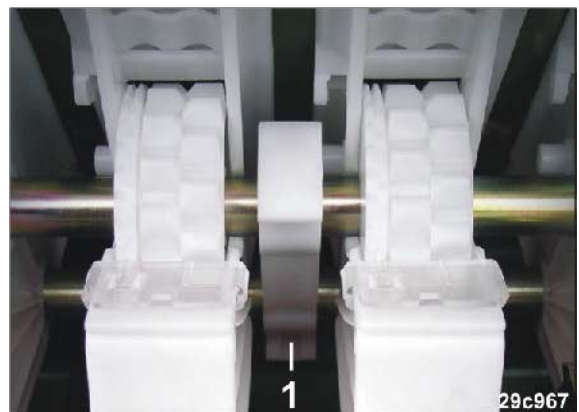

図 235
3. シードシャフトベアリング (図 235/1) を開きます。